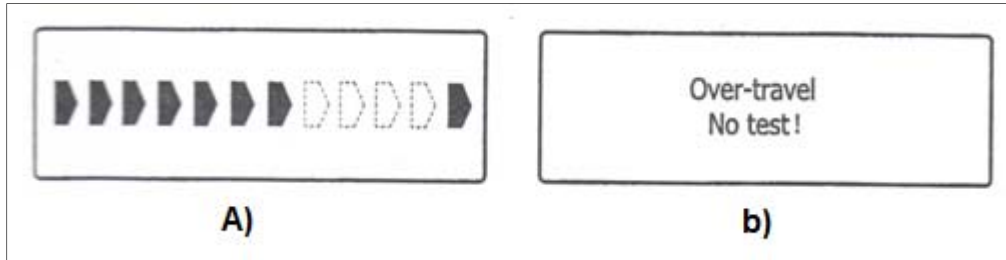

Figura 1. a) Diagrama del cursor del penetrador en la pre-carga; b) Alerta de sobregiro excesivo en la pre-carga.
- 3.- El diagrama esquemático del cursor del penetrador se mostrara en la pantalla Figura 1. a).
4.- El ultimo símbolo de la figura 1. a), es la posición final de la pre-carga. Gire el volante manual despacio y suavemente hasta que el cursor en la figura 1 a) alcance la posición final. Un zumbido se escuchará al mismo tiempo y el giro deberá detenerse en ese momento.
5.- los resultados no se verán afectados por un breve sobregiro dado con el volante. En caso de ocurrir un sobre giro excesivo, el probador automáticamente dará un aviso y una señal Figura 1 b).